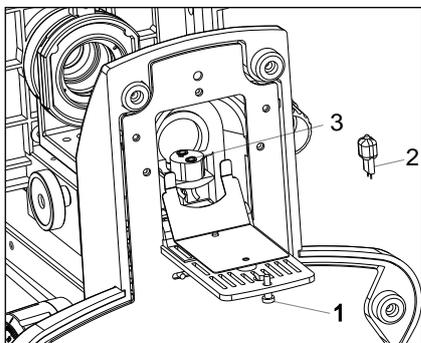

Fig. 4
- 1 Tirare la manopola di blocco (1) sul fondo per aprire lampada alloggi porta (fig. 4).
2. Tenere la lampadina alogena (2) senza tener fuori dal sacchetto di polietilene in modo da non macchia la lampadina con le impronte digitali e premere il bulbo in appositi fori sulla tasca (3). Dopo il collegamento, rimuovere il sacchetto di polietilene.